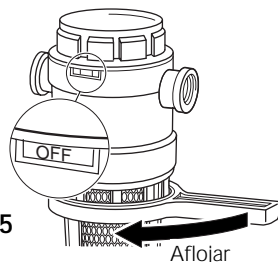

Figura 5
3. Adapte la llave de tuercas sobre las nervaduras del tanque y hágala girar hacia la izquierda para aflojar el tanque (consulte la Figura 5).